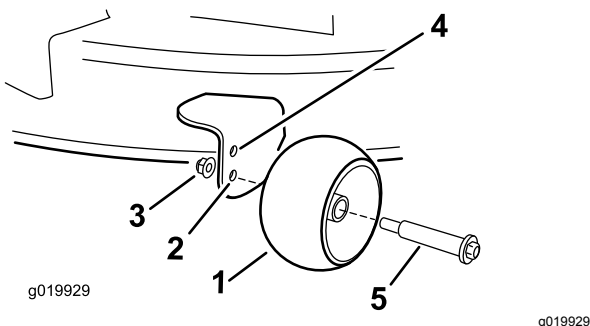

Figura 23
posición de altura de corte de 63 mm (2½") o menos (**Figura 23**).
- Taladro inferior – utilice esta posición cuando la carcasa de corte está en la posición de altura de corte de 76 mm (3") o más (**Figura 23**).